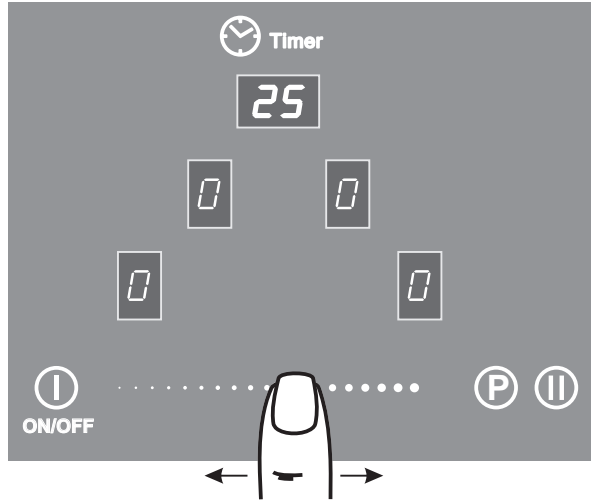

Рис.20
3. Перемещая палец по зоне ④ задать время работы конфорки от 0 до 99 минут (рис. 20). Сначала задается время от 0 до 9 минут. Далее после паузы 2 секунды, при необходимости, задается большее время с шагом 10 минут.